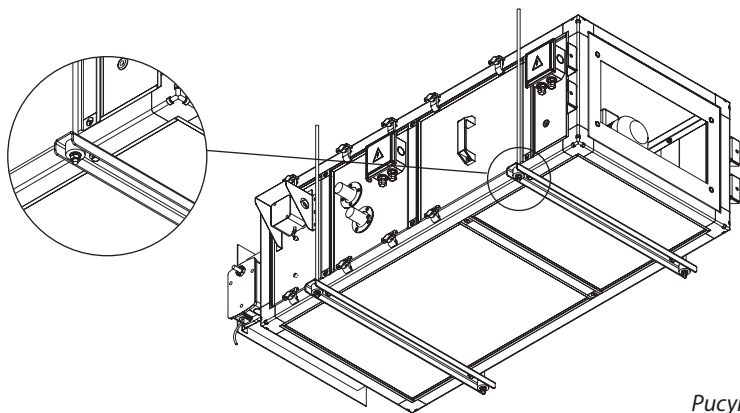

Рисунок 44
3.1.3 В подвесных установках (рис.44) каждый бокс оснащается специальной траверсой. В комплекте поставляется виброшайба, которая изолирует траверсу от шпильки и препятствует распространению вибрации на перекрытия помещений. Для надёжности крепления шпильки и виброшайбы, рекомендуется на конец шпильки установить вторую контргайку.